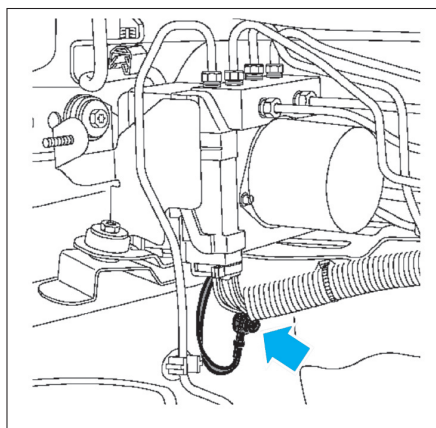

FIG. 22
- prendre soin de placer la cosse de masse avec le fil vers le bas afin d'optimiser l'étanchéité du connecteur de calculateur ABS (Fig.22).